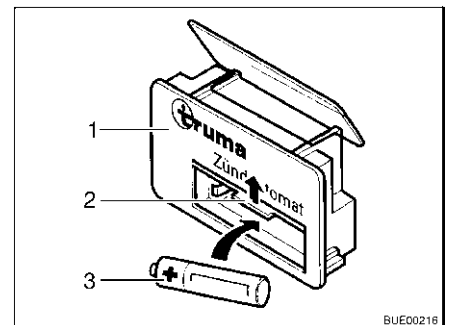

Bild 147 Zündautomat
- Die Abdeckung (Bild 147,2) des Batteriefachs am Zündautomaten (Bild 147,1) nach oben schieben.
- Eine neue Batterie (Bild 147,3) gleichen Typs polrichtig (+/-) in das Batteriefach des Zündautomaten einsetzen. Nur temperaturbeständige (+70 °C) und auslaufsichere Mignon-Batterien verwenden.